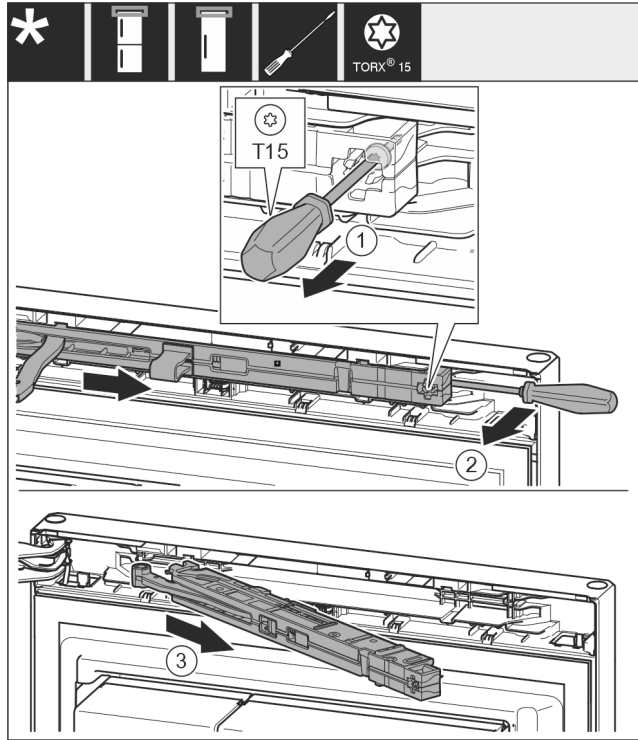

Fig. 8
- A záráscsillapító egységnél T15 csavarhúzóval kb. 14 mm mértékben engedje ki a csavart. Fig. 8 (1)
- Nyúljon a markolat felőli oldalról csavarhúzóval a záráscsillapító egység mögé, és forgassa előre az egységet. Fig. 8 (2)
- Húzza ki a záráscsillapító egységet. Fig. 8 (3)